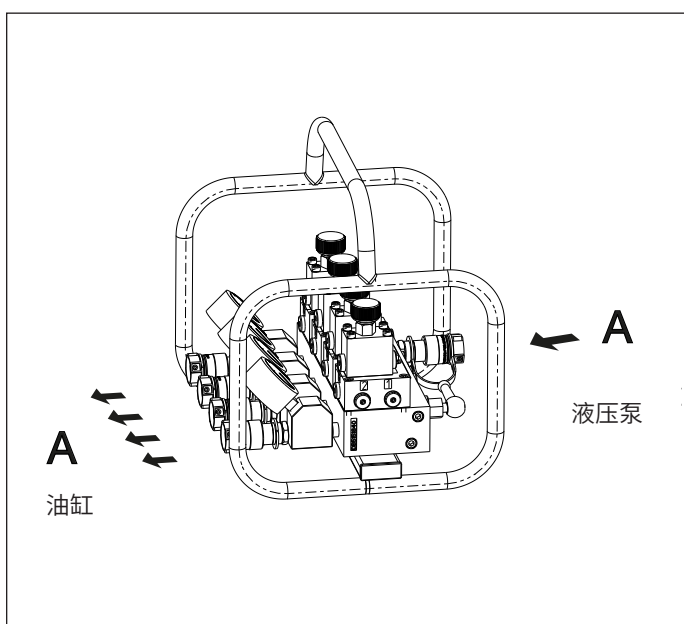

图 2, SFM41 油路块的连接方案
请参见图 2。
- 伸出液压缸: 调节每个流量控制阀的调节旋钮调, 达到各自出口所需的流量。比油缸的工作压力大 1,500 - 2,900 psi [100 - 200 bar] 设置主液压泵上的泄压阀。操作液压泵和方向阀, 是液压油流以受控速度从液压泵流向分流油路块的入口 “P”。确保在此操作之前, 已将下降动作阀门手动顺时针关闭。油流将从出口 “A” 流向液压缸的大腔, 将液压缸杆推出 (见图 2)。